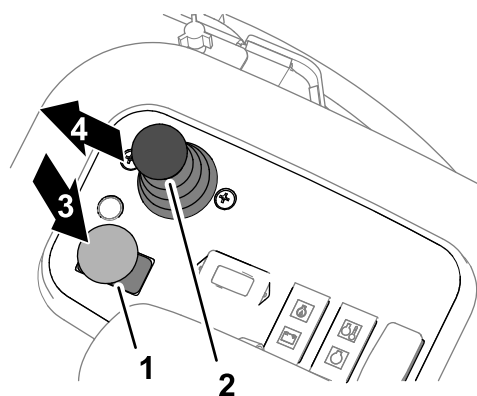

Рисунок 35
- Переведите переключатель привода режущего блока в положение Выключить (Рисунок 35).
- Опустите режущие блоки с помощью рычага управления опусканием для скашивания / подъемом (Рисунок 35).